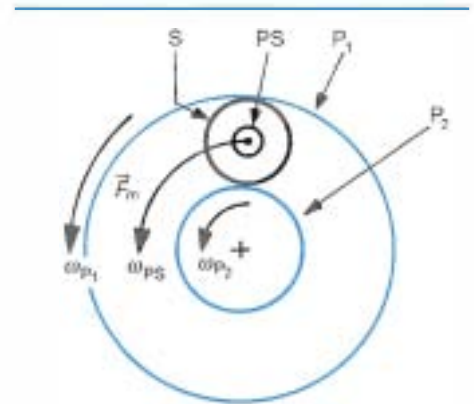

Figure 7.8 • Analogie entre le différentiel et le train épicycloïdal élémentaire.
■ Quelles sont les différentes phases de fonctionnement possibles d'un différentiel (figure 7.8) ?